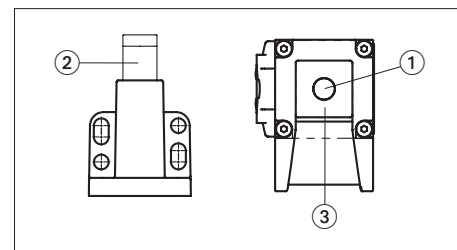

Fig. 1: Cabeza de lectura y actuador
La cabeza de lectura tiene un expulsador (1) que eleva el actuador por encima del alojamiento cuando está desbloqueado (véase la Fig. 1). El actuador tiene un perno de bloqueo montado sobre resorte (2) en el que hay un transponder. El bloqueo se activa cuando el expulsador está replegado y el perno de bloqueo se encuentra en el alojamiento (3) de la cabeza de lectura.